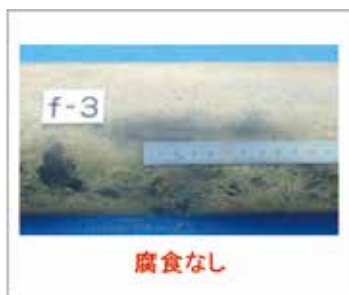

図 31 泥炭での埋設試験(10年間埋設)
- ①腐食性の比較的高い泥炭(ANSI 評価点13.5～15.5点)に10年間埋設された管の状況を図31に示す。外面耐食塗装管に腐食はなかった。